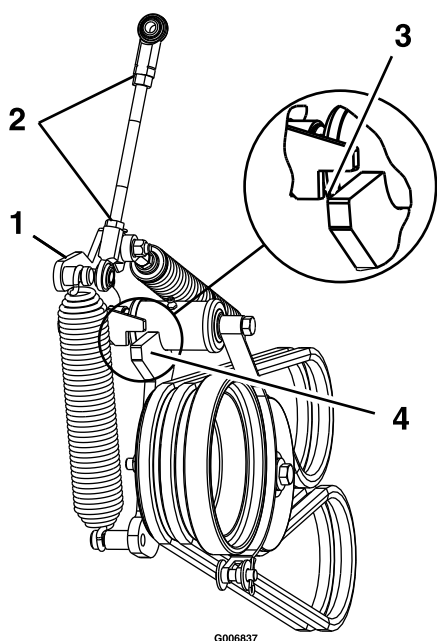

Figura 61
12. Slăbii contrapiulițele i reglai conexiunea până când partea superioară a braului rolei de ghidare este aliniată cu partea inferioară a canelurii braului de tensionare, aa cum este ilustrat în Figura 61.